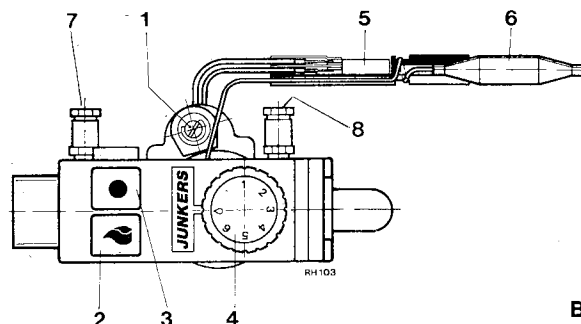

Bild 7
1. Für Düsendruckmessung Dichtschraube des Manometerstutzens (Bild 7, Pos. 8) lösen und Manometerschlauch aufstecken.
4. Düsendruck bzw. Gasmenge gemäß den Gas-Einstelltabellen Seite 9 an der Hauptgas-Einstellschraube (Bild 7, Pos. 1) einstellen. Rechtsdrehen erhöht den Düsendruck bzw. die Gasmenge, Linksdrehen verringert den Düsendruck bzw. die Gasmenge. Die Einstellung ist nach einer Betriebszeit von mindestens 10 Minuten vorzunehmen.
5. Geräte-Anschlußhahn schließen, bei Düsendruckmethode Manometer abnehmen. Meßstutzen (8) mit Dichtschraube gasdicht verschließen.
6. Dichtschraube des Manometerstutzens (Bild 7, Pos. 7) lösen und Manometerschraube aufstecken.
10. Geräte-Anschlußhahn schließen, Manometerschlauch abnehmen und Meßstutzen (7) gasdicht schließen. Kunststoffkappe auf Einstellschraube (Pos. 1) stecken und plombieren. Brennräum nach dem Einstellen mit Brennerabdeckung sorgfältig verschließen.